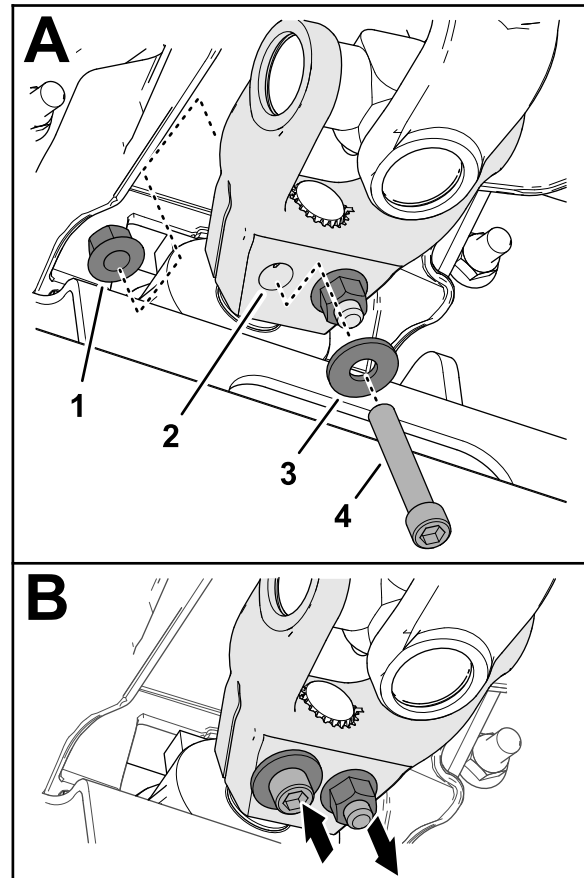

Figura 13
A. Instale a culatra do eixo da PTO no eixo da caixa de velocidades da unidade de corte como se mostra na Figura 13.
B. Monte um parafuso de cabeça sextavada interior ( $\frac{3}{8}$  x  $1\frac{1}{4}$  pol.) através de uma anilha ( $\frac{3}{8}$  pol.) e o orifício na culatra da transmissão (Figura 13) e fixe o parafuso de cabeça cilíndrica com uma porca de bloqueio flangeada ( $\frac{3}{8}$  pol.).
C. Monte um parafuso de cabeça sextavada interior ( $\frac{3}{8}$  x  $2\frac{1}{4}$  pol.) através de uma anilha ( $\frac{3}{8}$  pol.) e o orifício na culatra da transmissão a partir da direção oposta (Figura 13) e fixe o parafuso de cabeça cilíndrica com uma porca de bloqueio flangeada ( $\frac{3}{8}$  pol.).